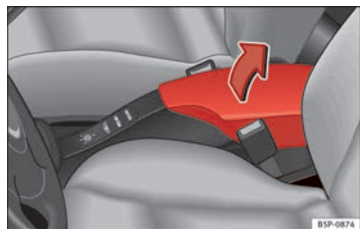

Fig. 95 Reposabrazos delantero con portaobjetos.
- Para abrir el portaobjetos, presione la tecla del reposabrazos en la dirección de la flecha ⇒ fig. 95 y levante la tapa.